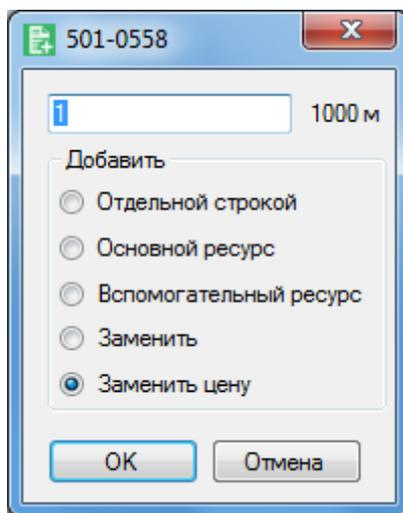

Рис. 4.24. Окно «Добавление материала в расценку»
- Перетаскиваем его в расценку, открывается окно «Добавление материала в расценку» (рис. 4.24.).